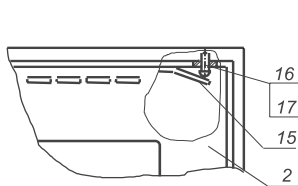

Рисунок 4
6.3 Для монтажа встроенного шкафа необходимо открыть дверь (двери) 2 и отогнуть планку 15 (см. рис.4) из двери.